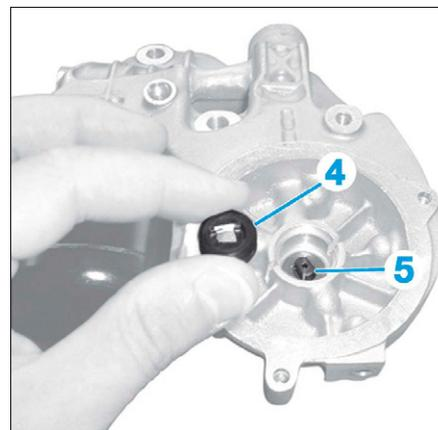

FIG. 28
- Reposer l'entraîneur (4) sur le doigt d'entraînement de la pompe (5) (Fig.28).